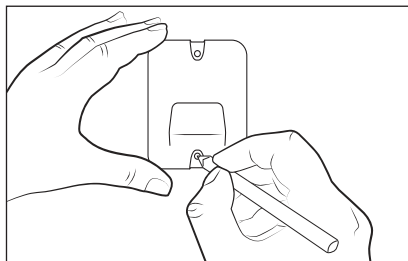

Fig. 3
- 2) Utilizzare il supporto a parete 10 per tracciare i due fori sulla parete (vedere fig. 3).